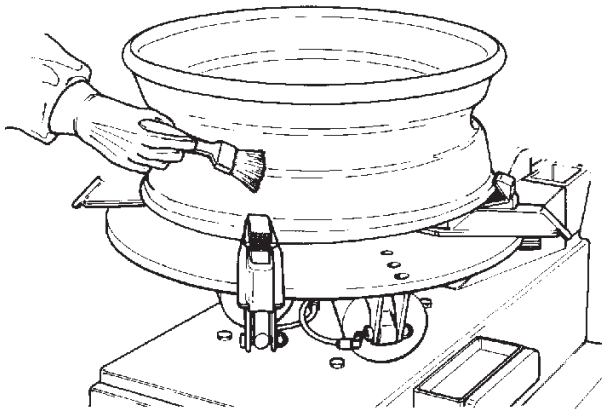

Fig. 4.2-1
A. Nettoyer toute la surface de la jante (Fig. 4.2-1).